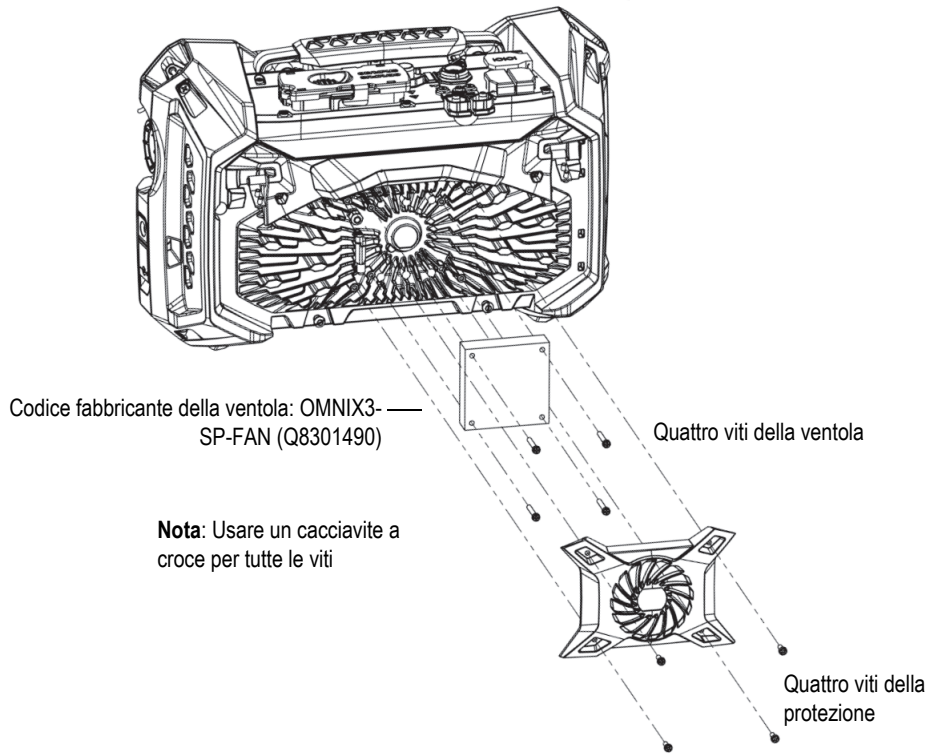

Figura 4-2 Assemblaggio della ventola e della protezione
2. Se è difficile pulire la ventola dall'esterno o se è necessario effettuare un'operazione di manutenzione sulla ventola, rimuovere la protezione della ventola e, se necessario, la ventola. In seguito pulire con cura la superficie della ventola in base alle necessità (Figura 4-2 a pagina 58).